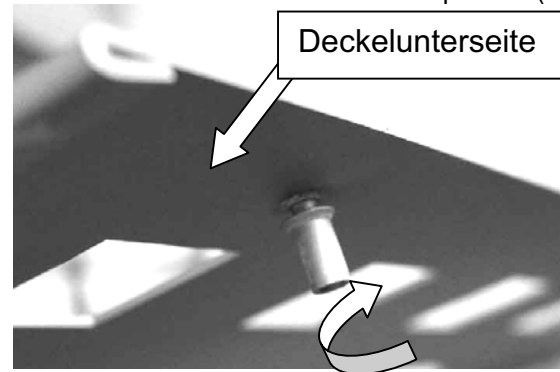

Abb.23
- Deckel anheben und die Auflagehöhe durch Drehen der Rundmuttern anpassen (Abb.23).